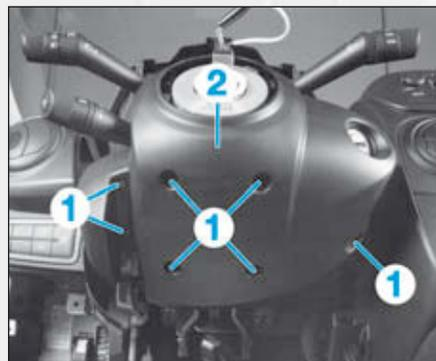

FIG.3
- les vis (1) (Fig.3),
- la garniture inférieure (2) de la colonne de direction,